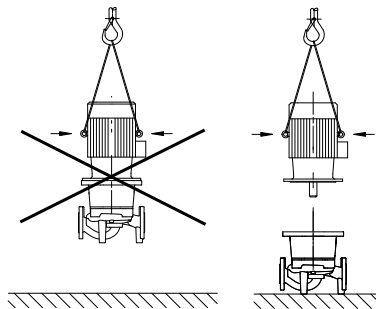

Fig. 20: transporte del motor
- Las argollas de elevación situadas en el motor sirven solo para transportar la carga del motor, no la bomba completa (fig. 20).